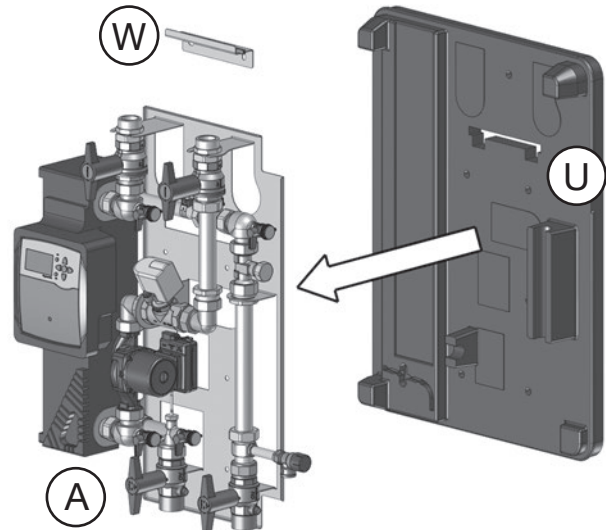

Abb. 4.1: Armaturengruppe aus Unterschale entnehmen
3. Armaturengruppe (A) aus der Unterschale (U) der Isolierung herausheben (Abb. 4.1).